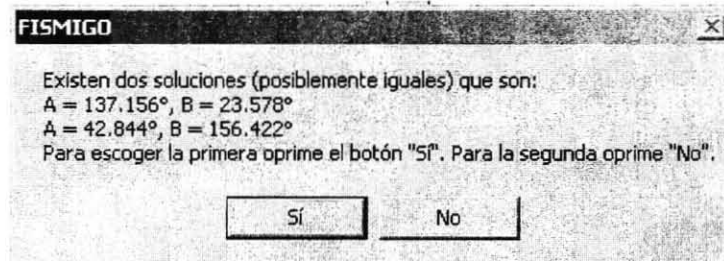

Fig. 30
– Oprime el botón **Resolver**. Se encuentran dos soluciones y se presenta un cuadro de diálogo para escoger una de ellas (Fig. 30).